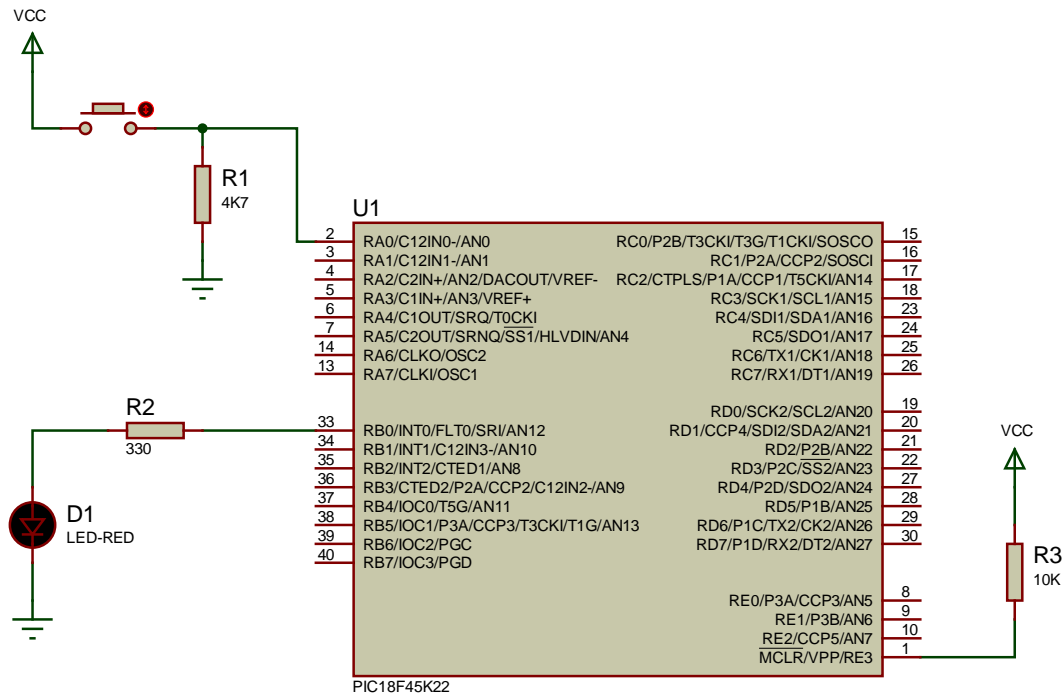

Figura 1
L'esquema del circuit es mostra en la figura 1.
- Implementar el circuit de la Figura 1 sobre Proteus.
- 6) Com modificaríeu el projecte si volguéssiu invertir el funcionament del led (apagat amb el botó premut i encès quan el botó no ho estigui). Proposeu tres solucions, dues per **hardware**, **modificant el connexionat dels components de la Figura 1** (dibuixeu l'esquema) i l'altre per **software**, **tot mantenint l'esquema de l'enunciat** (escriuiu el codi).